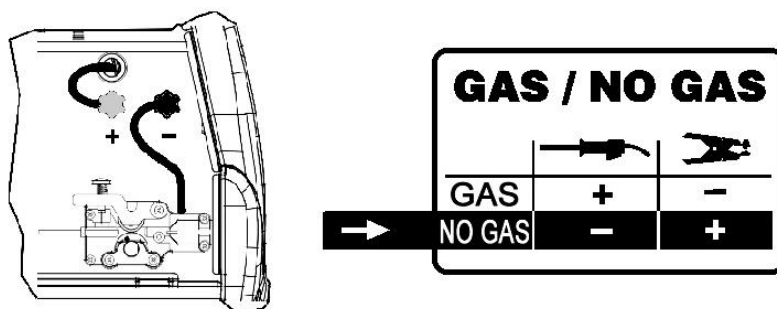

Рис. 7
- Соедините кабель горелки, поступающий от устройства подачи проволоки с отрицательной клеммой (–) черного цвета (См. Рис. 7).